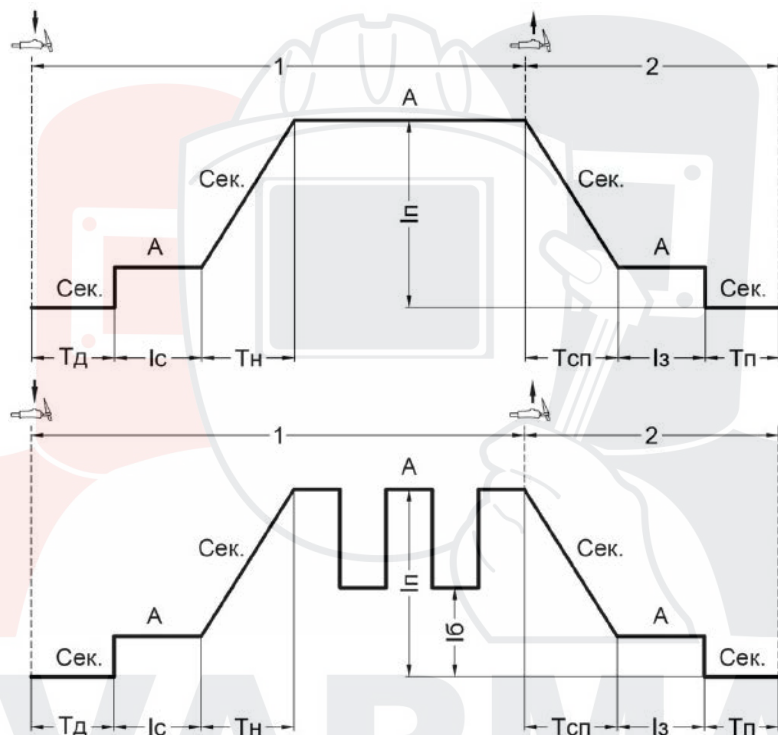

Рис. 7.4.1. Режим работы аппарата 2Т и 2Т в импульсном режиме.
**Двухтактный режим (2Т)** рекомендуется использовать при длине сварочных швов до 200 мм (См. рис. 7.4.1).